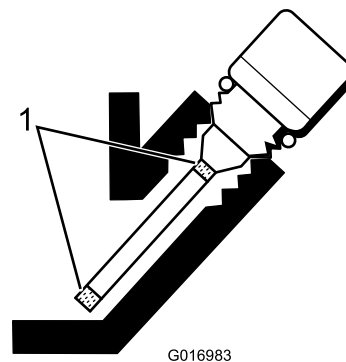

Figura 23
5. Se il livello è basso, rabboccate soltanto fino a raggiungere la posizione intermedia tra le tacche sull'asta di livello (Figura 23). **Non riempite troppo.**